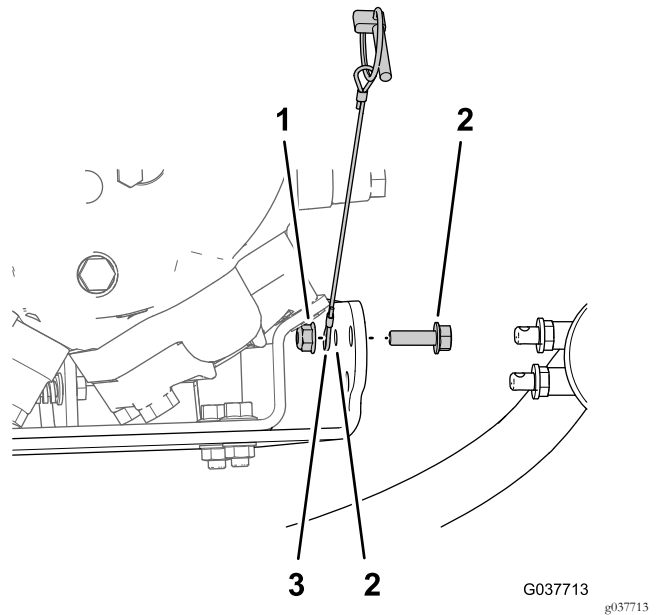
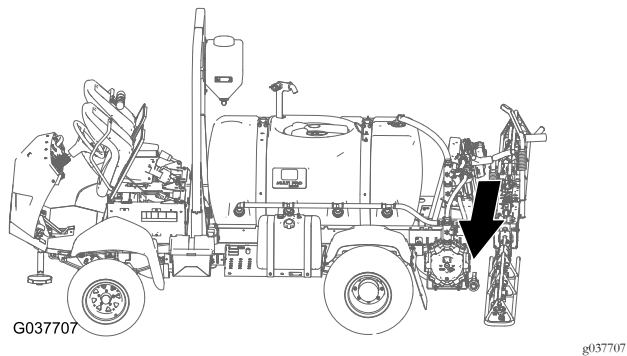

Bild 81
Bild 80
1. Befestigen Sie das Kabel des Klapsteckers, die Bundkopfschraube (5/16" x 1") und Sicherungsbundmutter (5/16"), die Sie in Schritt 4 in Vorbereiten der Maschine \(Seite 5\) entfernt haben, im Loch (8 mm) in der hinteren äußeren Ecke der Sprühpumpen-Halterung (Bild 80 und Bild 81).